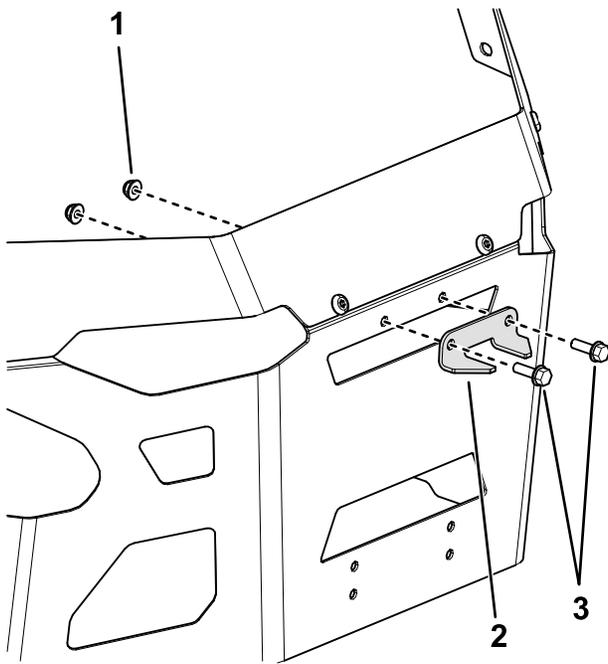

Figura 5
1. Instale el soporte del estabilizador en el protector usando dos pernos ($5/16$ " x 1") y 2 contratuercas ($5/16$ "), tal y como se muestra en la Figura 5.